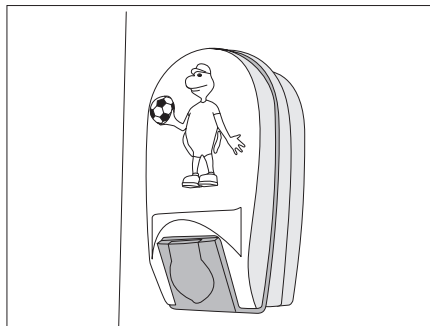

Bild 167 Kinderbettleuchte
- Leuchtenabdeckung der Kinderbettleuchte (Bild 167) leicht zusammendrücken und abnehmen.